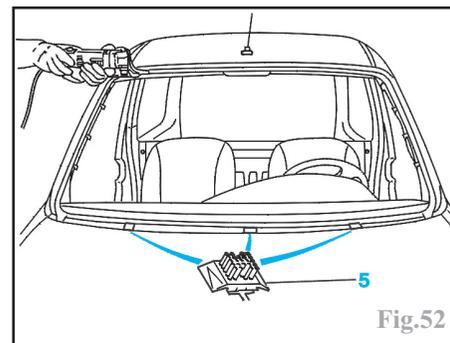

Fig.52
- poser les 3 cales à picots (5) (Fig.52).